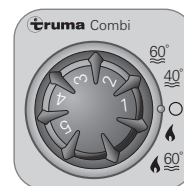

Bild 11
Analog manöverenhet (art.nr. 36010-01 – bild 11) för Combi D6 (E) CP plus ready.